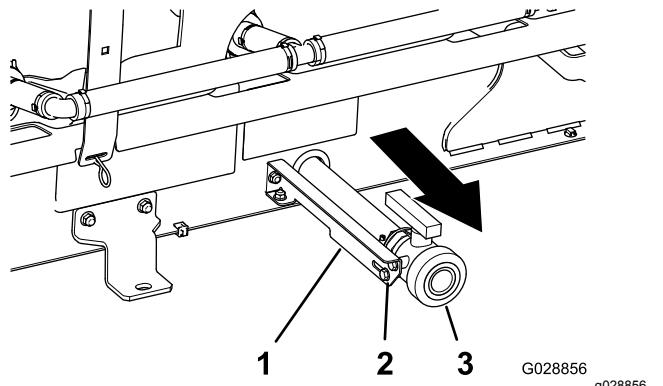

Figura 11
- B. Portate la valvola di spurgo completamente verso l'esterno nei fori della staffa (Figura 11).
- C. Serrate i 2 bulloni a testa flangiata (Figura 11).